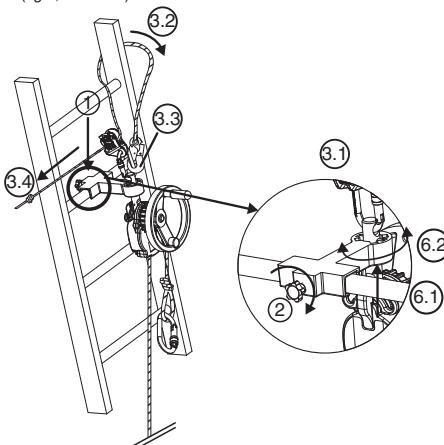

Fig.7
### 6.3.3 Appareil DEROPE™ UP K (Fig. 7)
1. Mettre en place la petite console d'appui sur le barreau de l'échelle à la position requise pour réaliser l'opération de sauvetage, au dessus de la personne à évacuer (fig.7, 1).
2. Serrer l'axe de blocage se trouvant à l'arrière de la console d'appui à l'aide du bouton de serrage (fig.7, 2).
- Fixer le connecteur du dispositif de réglage LCM 05 dans le trou du haut de l'axe de d'accrochage (fig.7, 3.1).
- Passer la longe d'assurance autour du barreau de l'échelle situé au dessus de la console en contournant l'un des montants de l'échelle (fig.7, 3.2).
- Connecter le connecteur de la longe d'assurance dans le connecteur du dispositif de réglage LCM 05 (fig.7, 3.3).
- Tendre la longe d'assurance en tirant sur le brin libre (fig.7, 3.4).
6. Orienter l'appareil DEROPE™ selon le besoin en modifiant la position de l'axe d'accrochage dans le dispositif d'indexage (fig.7, 6.1 – 6.2).